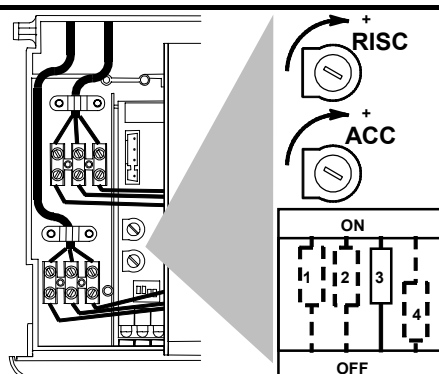

Fig. 6.7
- 16 Check the ignition gas pressure by setting dip-switch "3" (Fig. 6.7) to the OFF position. Compare the value on the gauge with the value indicated in the sections 4.5, 4.6 and 4.7 (gas pressures at the burner), accordingly with the model of boiler installed. If the ignition gas pressure is not set correctly see section 6.7 in this manual for the adjustment procedure. If ignition gas pressure is correct switch dip-switch "3" to the ON position.
- 16 Проверьте давление розжига газа переместив переключатель "3" (рис. 6.7) в положение OFF. Сравните значение на измерительном приборе с показателями, указанными в разделах 4.5, 4.6 и 4.7 (давление газа на горелке) в соответствии с выбранной моделью котла. Если давление газа на розжиге выбрано неправильно, см. раздел 6.7 настоящего руководства для настройки. Если давление газ на розжиге выбрано правильно, переместите переключатель "3" в положение ON.
To adjust the ignition gas pressure, set dip-switch "3" (Fig. 6.7) to the "OFF" position and adjust potentiometer marked "ACC" with a screwdriver until correct ignition gas pressure is obtained.
Чтобы настроить давление газа на розжиге, переместите переключатель "3" (рис. 6.7) в положение "OFF" и при помощи отвертки регулируйте потенциометр, обозначенный "ACC" до тех пор, пока не получите необходимое давление газа.
With the boiler operating in c.h. mode, use a suitable screwdriver to turn the adjustment potentiometer marked "RISC" (Fig. 6.7). Rotating the potentiometer anti-clockwise reduces the maximum supply current to the gas modulator device, and thus reduces the gas pressure to the burner.
Когда котел работает на отопление, используйте подходящую отвертку, чтобы переместить регулировку потенциометра в положение "RISC" (рис.6.7). Поворачивая потенциометр против часовой стрелки, Вы уменьшаете максимальную подачу на устройство газового модулятора, тем самым уменьшая давление газа на горелке.